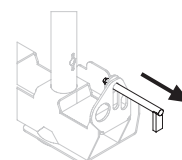

Fig. A1.04
2. Estrarre il perno (Fig. A1.04)